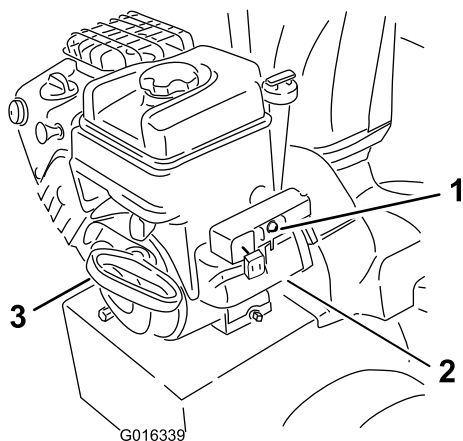

Figure 24
8. Démarrez la machine en tirant sur le lanceur ou en appuyant sur le bouton du démarreur électrique (Figure 24).